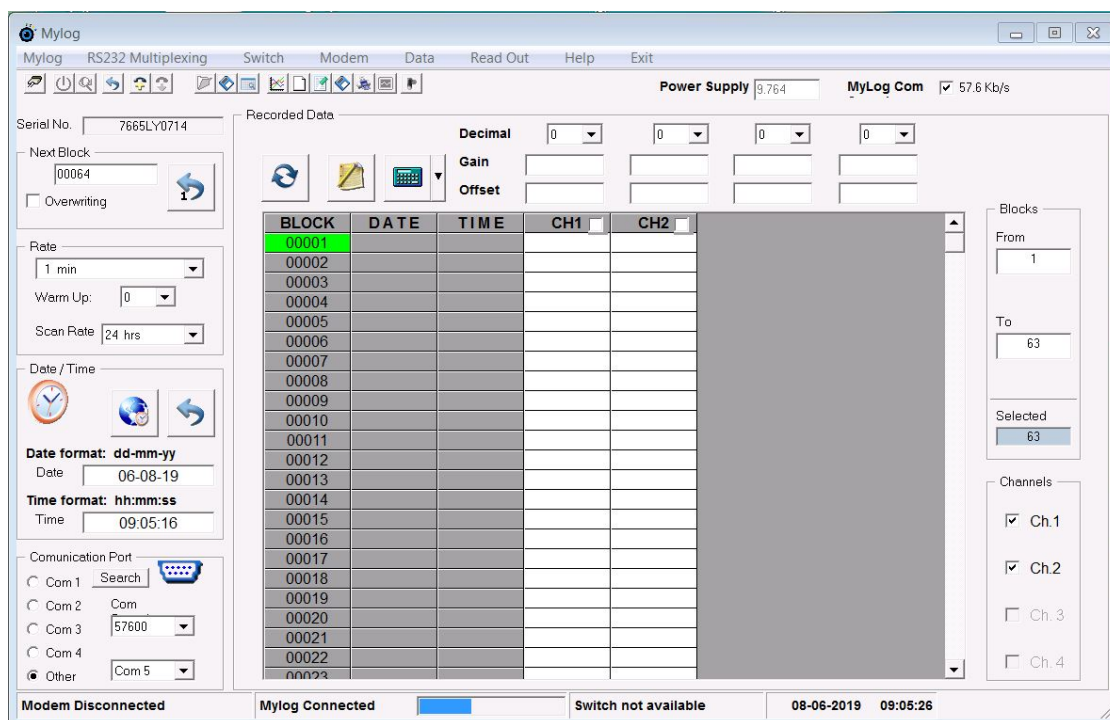

fig.28
- Apparirà una finestra con una griglia (fig.28): nella sezione **Channels** in basso a destra fleggere le caselle dei canali di cui si vuole fare la lettura.
I blocchi salvati sono selezionati nella sezione **Blocks** della finestra con la griglia (fig.28): il programma salverà i dati dal blocco scritto nella casella **From** al blocco scritto nella casella **To** (solo dei canali selezionati nella sezione **Channels**). I blocchi possono essere modificati manualmente, scrivendo nella caselle **From** e **To** i blocchi desiderati e successivamente cliccando **INVIO** sulla tastiera.